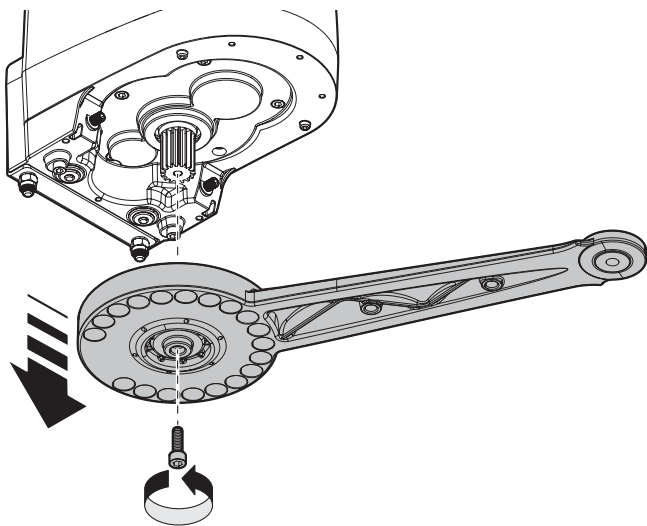

Fig. 14
03. Desenroscar el tornillo del brazo del motor y retírelo como se muestra en la **fig. 14**;